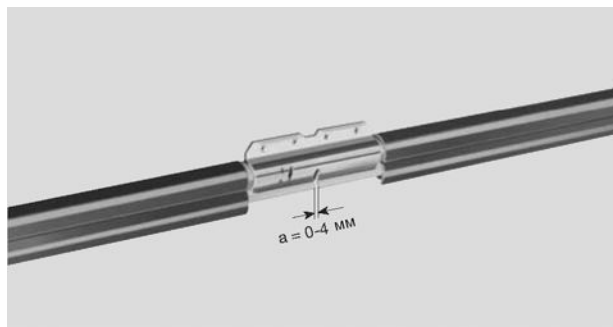

Рис. 2: Рельсовое соединение UV 10 без закрывающего колпачка
Части контактных рельсов соединяются посредством рельсового соединителя (рис. 2).
Рельсовые соединители являются одновременно удлинителями контактного рельса (см. раздел 6 и рис. 2).
- следить за воздушным зазором между профилями контактного рельса (см. рис. 2 и раздел 6).
При монтаже необходимо установить на соединителях, в зависимости от ожидаемой разности температур (Δt), воздушный зазор „a“ между профилями контактного рельса (рис. 2).